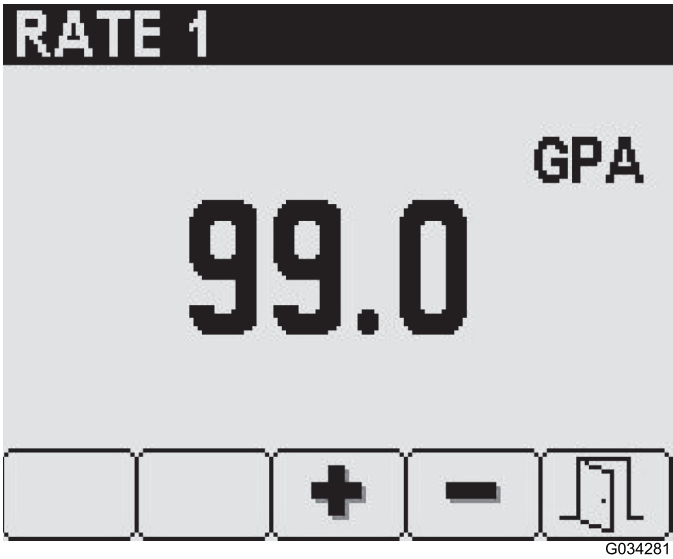

Figura 8
- 3. En la pantalla del caudal seleccionado, utilice los botones 3 y 4 para establecer el caudal que desee (Figura 8).